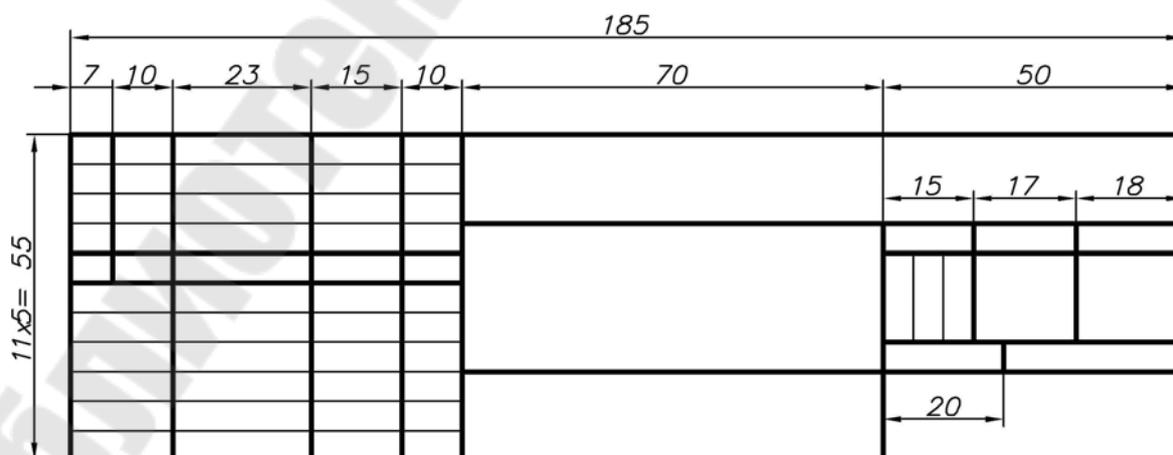

Рис. 1.6. Основная надпись чертежа
4. Выполнить рамку чертежа формата А3 (420 х 297) и основную надпись, размеры которой приведены на рис. 1.6.